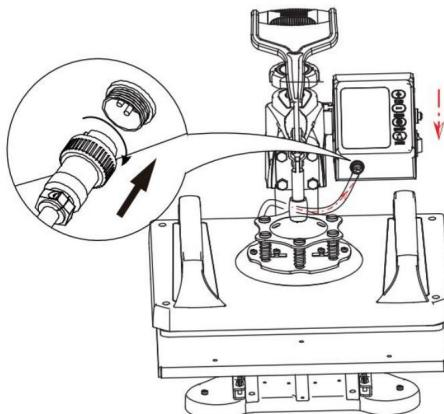

Fig 9
9. Fixez le contrôleur dans la fente de la tête de haut en bas, connectez la tête mâle de la plaque chauffante à la tête femelle du contrôleur de commande et verrouillez l'écrou pour terminer l'installation (comme indiqué sur la figure 9).